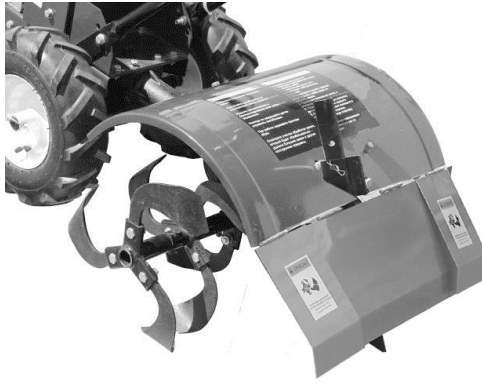

Рисунок 4.7. Кожух ґрунтофрези
10. Притулити захисне крило до місця кріплення так, щоб збіглися всі чотири отвори, наживити раніше відкладені болти М13, надівши на них плоскі і пружинні шайби, і надійно закрутити їх (див. рисунок 4.7.)